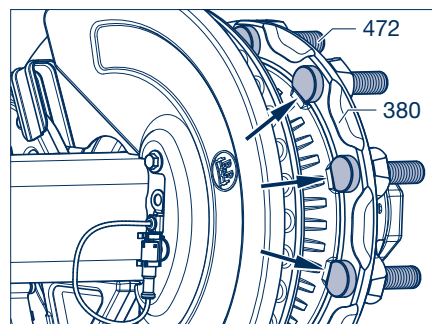

Рисунок 82
- [36] Выровнять ступичную систему ECO (434) и тормозной диск (380), так чтобы совпадали отверстия для болтов крепления колеса (472).
- [37] Вставить болты крепления колеса (472) максимально глубоко в тормозной диск/ступичную систему ECO. При этом следить за правильным положением головки болта на тормозном диске (380, защита от прокручивания), см. рис. 82.